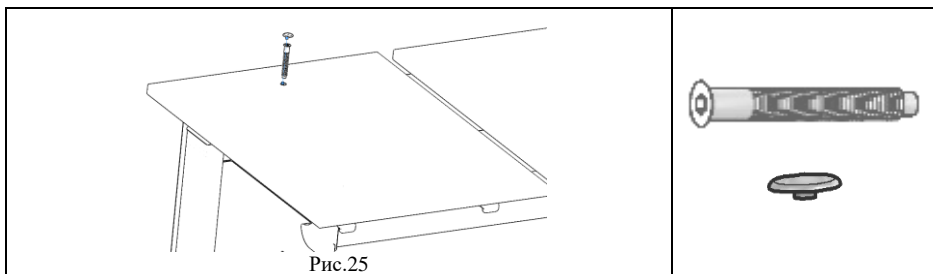

Рис.25
5.4.3. Закрепить при помощи винта конфирмат (поз.1, пакет № 134) столешницу малую. Сверху винта конфирмат установить заглушку конфирмат (поз. 4, пакет № 134), см. рис. 25.